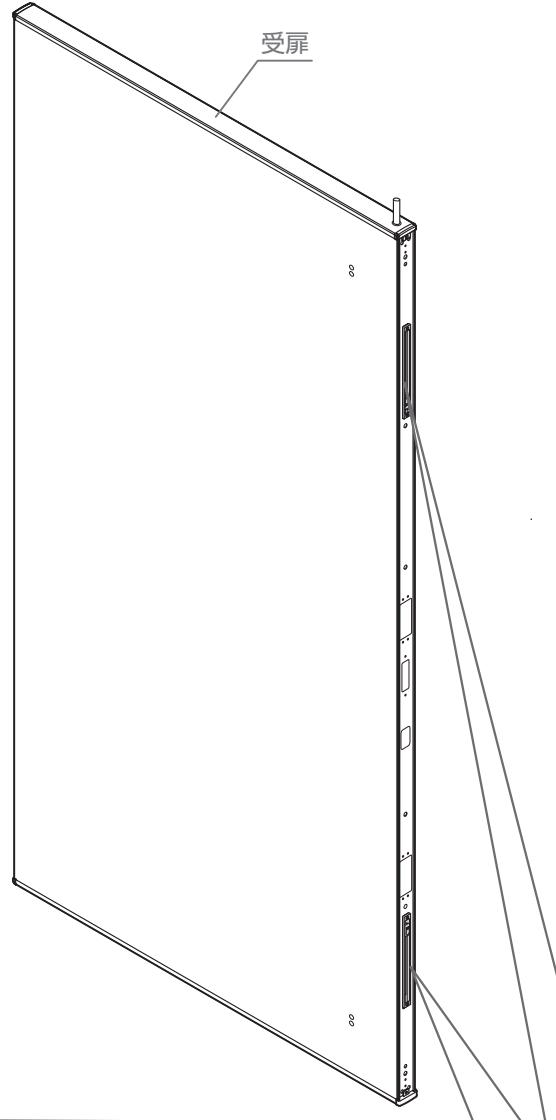

図15-3
- 3: 落し棒の位置が決定したら、つまみを元にもどしてロック(図15-3参照)